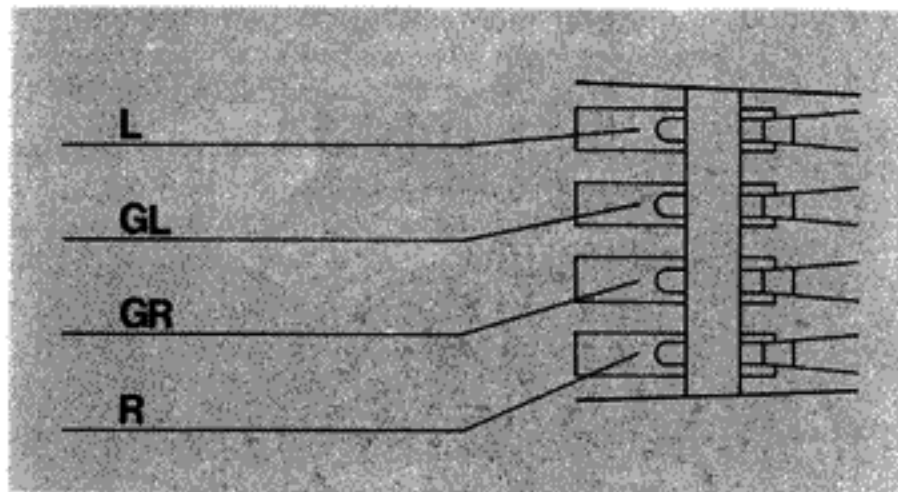

Fig. 15
3. Die Anschlüsse am Systemträger und Tonabnehmersystem sind gekennzeichnet (Fig. 15). Verbinden Sie die Anschlußlitzen des Systemträgers mit den entsprechenden und gleich gekennzeichneten Anschlußstiften des Tonabnehmersystems.
3. The connection inputs on the cartridge holder and on the cartridge are color coded. Connect the leads on the cartridge holder to the correspondingly coded connection pins of the cartridge (Fig. 15).
3. Les connexions sur le porte-cellule et la cellule sont repérées. Reliez les cordons du porte-cellule aux broches de la cellule portant le même repère (fig. 15).
3. De aansluitingen aan de houder zijn gekleurd. De kleurencode komt overeen met de aanwijzingen op het element. Sluit ze achtereenvolgens aan (Fig. 15).
3. Las conexiones del portacápsulas y de la cápsula van marcadas. Conecte las clavijas de la cápsula con los cables de igual marca del portacápsulas (Fig. 15).
3. Anslutningstrådarna i monteringsbryggan är färgmärkta (Fig. 15). Koppla dessa trådar till stiften med motsvarande markering på pick-upen.